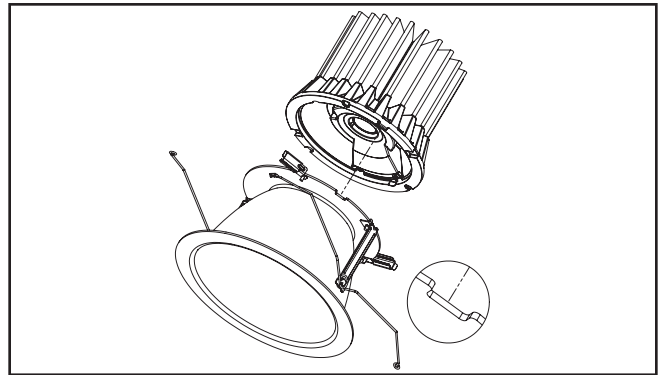

Figure 5.
3. Insérez le moteur lumineux à DEL sur l'assemblage de la garniture. Alignez la languette sur le moteur lumineux à DEL sur l'assemblage de la garniture (Figure 5).